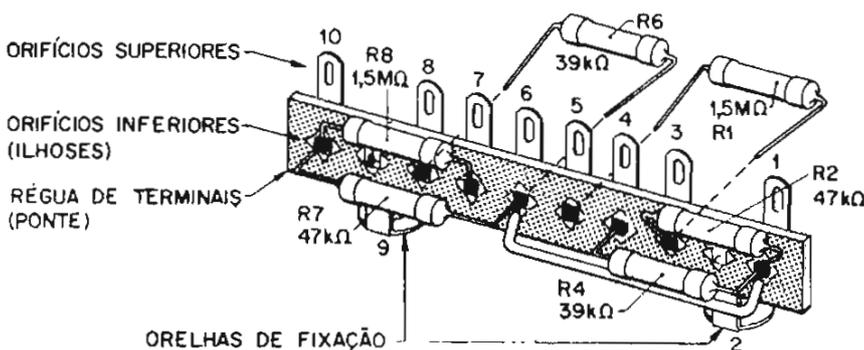

Figura 11 - Montagem dos resistores na régua de terminais
A figura 11 mostra os detalhes da montagem dos resistores na régua de terminais (ponte). Como se observa, os pontos de ligação foram numerados de 1 a 10, servindo o 2 e o 9 para fixação. Execute as operações seguintes, utilizando sempre os orifícios inferiores (ilhoes) dos terminais:
- 8 - Dobre os terminais de R_6 ($39\text{k}\Omega$) e insira-os nos orifícios inferiores dos terminais 6 e 8 da ponte, conforme mostra a figura 11.
- 11 - Dobre os lides de R_7 ($47 k\Omega$) e encaixe-os nos terminais 10 e 6, deixando uma distância de 3 mm entre o corpo de R_7 e a ponte, e mantendo o componente na posição ilustrada na figura 11. Solde o terminal 10.